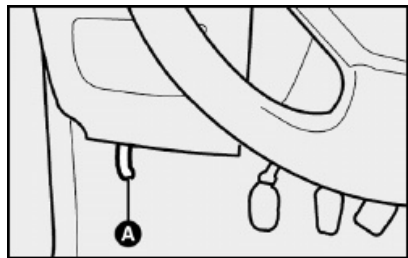

fig. 71
1) puxar a alavanca **A-fig. 71**.